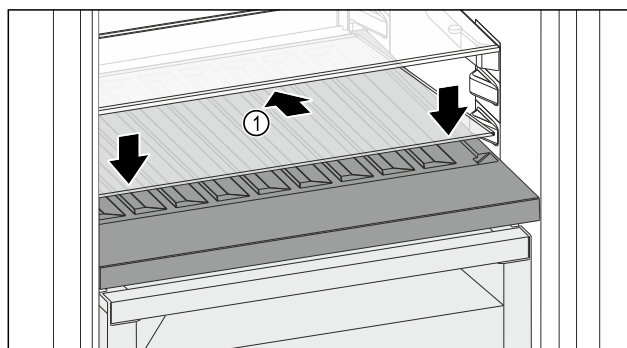

Fig. 112
- Postavite staklenu ploču Fig. 112 (1) ukoso, nagnutu straga prema dolje.
- Staklenu ploču Fig. 112 (1) podignite sprijeda.